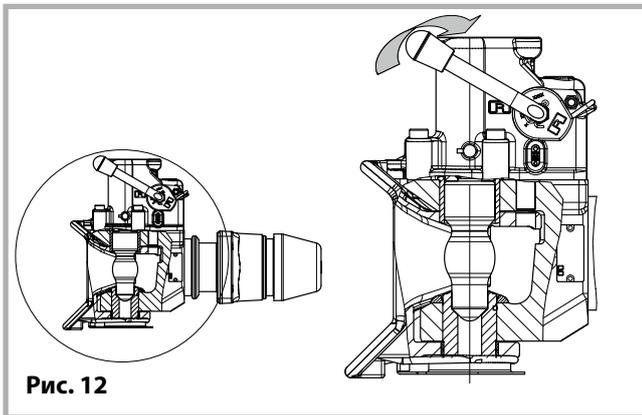

Рис. 12
- Теперь ловитель должен вернуться в среднее положение и вновь зафиксироваться (см. рис. 12).